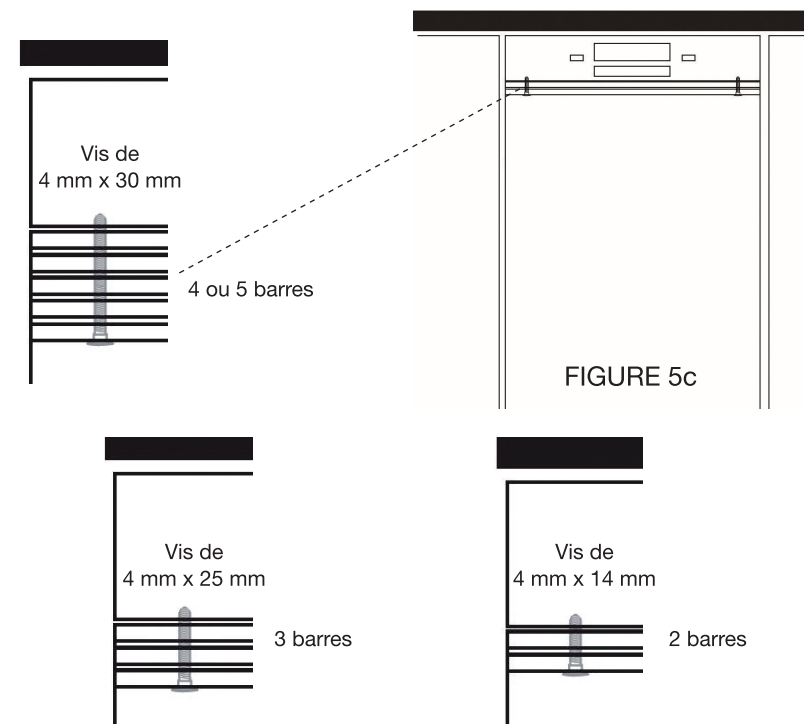

FIGURE 5c
- 5 barres d'espacement sont fournies. Vous pouvez en utiliser de 1 à 5 en fonction de l'espace à combler (voir Figure 5c). Chaque barre mesure 587 mm x 18 mm x 5 mm (L x l x H).